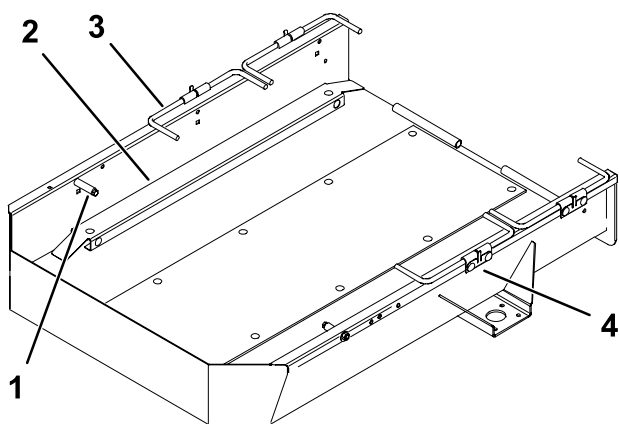

Рисунок 1
3. Снимите крепежные детали (при наличии), которые крепят стандартные вставки к нижней части рампы, и снимите вставки (Рисунок 1).
4. Снимите имеющиеся упоры прицепа, скобы колес и кронштейны с прицепа (Рисунок 1).